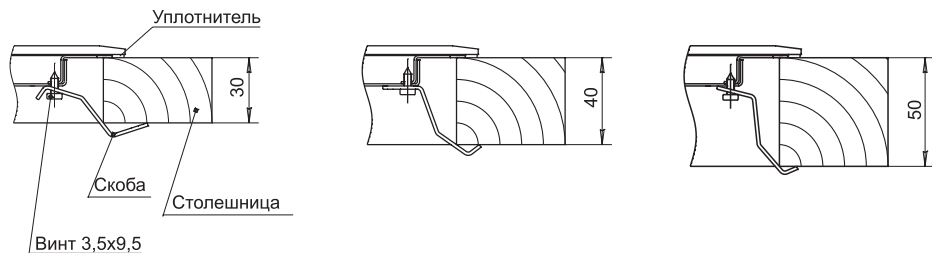

рис. 3
■ Установить прижимы согласно рис. 3, 4, закрепив их винтами.